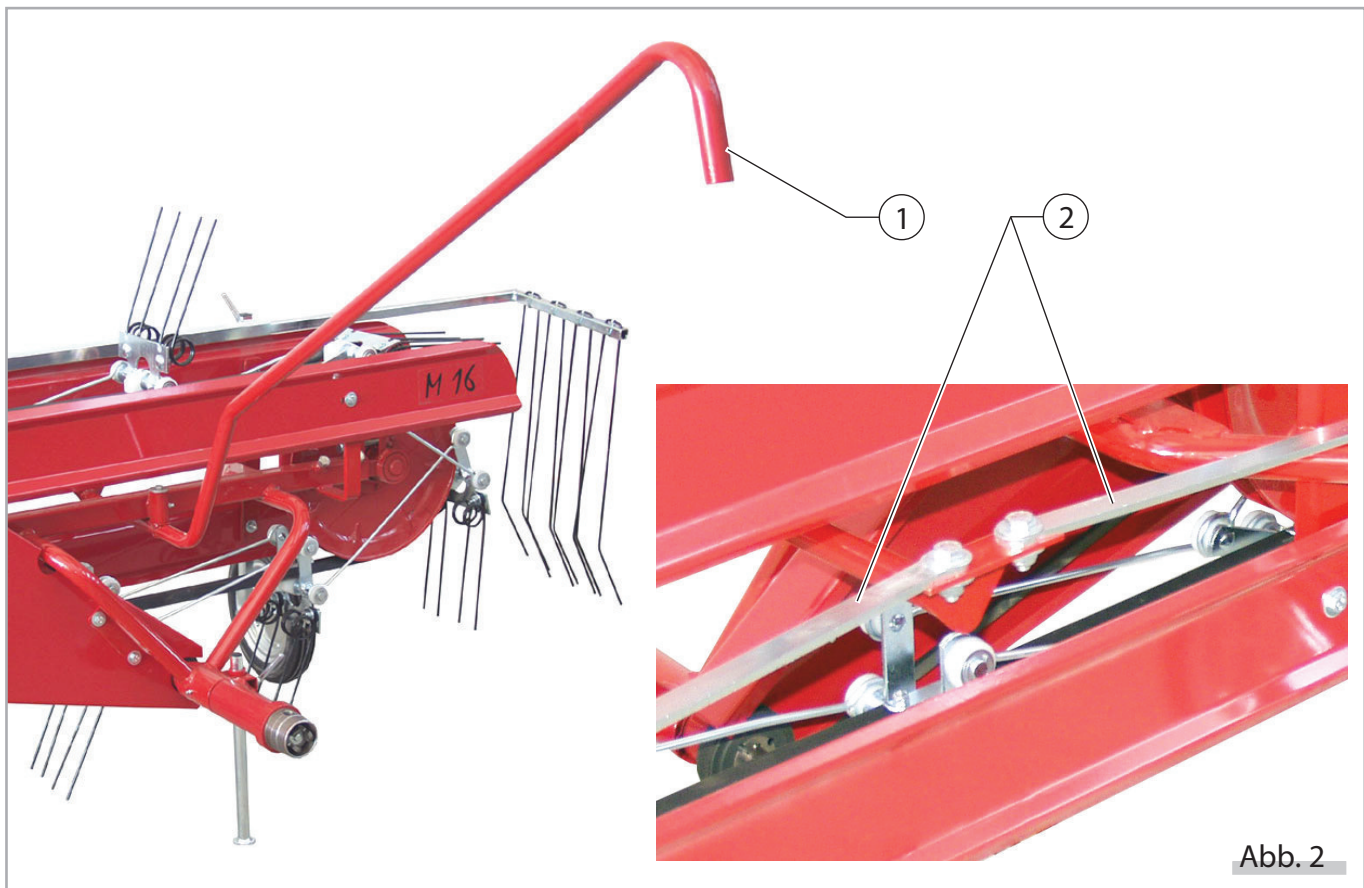
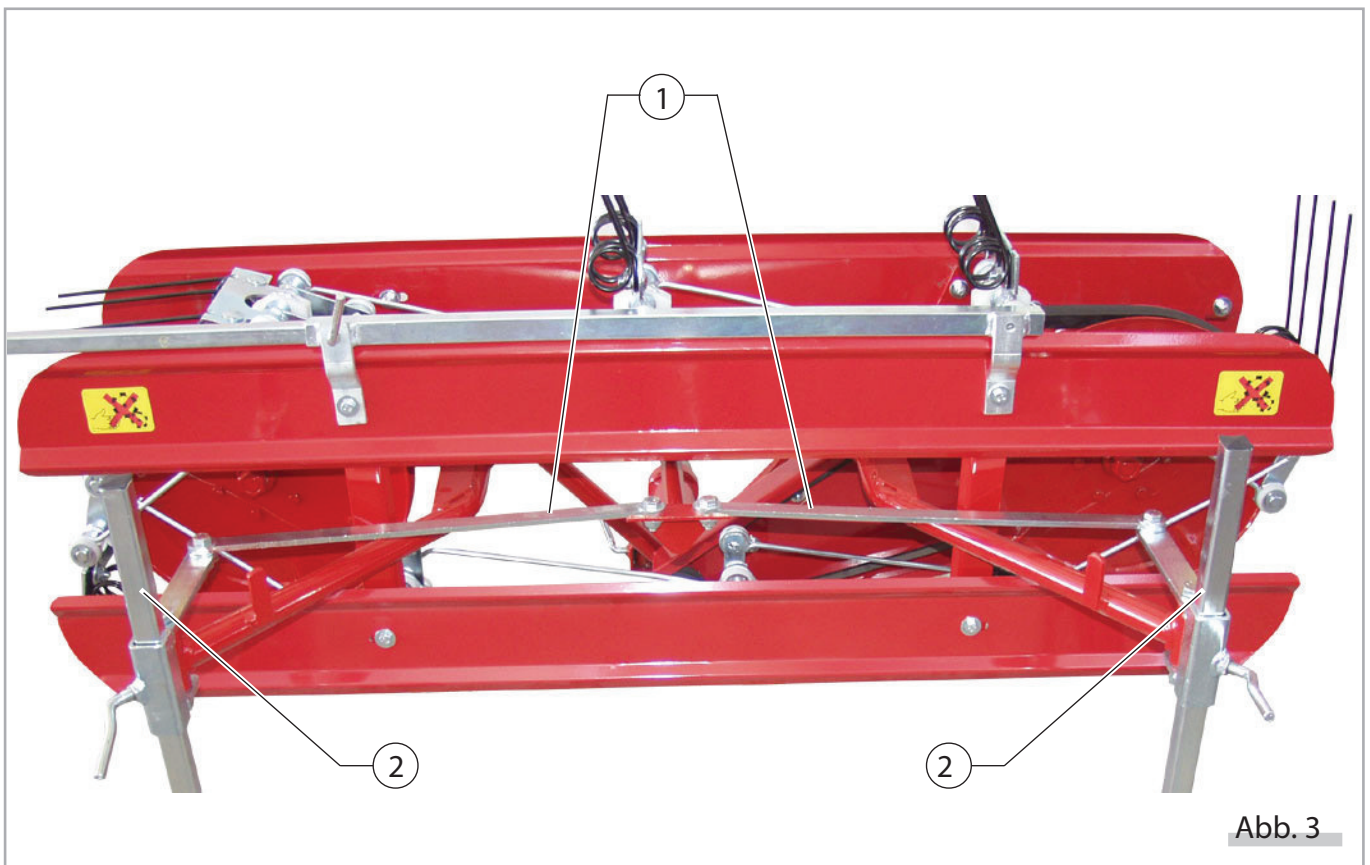

Abb. 2
Abb. 3
- 1) Den Richtungshebel (Pos. 1, Abbildung 2) in die eigens hierfür vorgesehenen Sitze einfügen und ihn mit dem mitgelieferten Splint blockieren.
- 2) Die beiden Zugstangen (Pos. 2, Abbildung 2), wie auf Abbildung 3 POS. 1 abgebildet, zwischen den Richtungshebel und die Trägerarme einfügen.